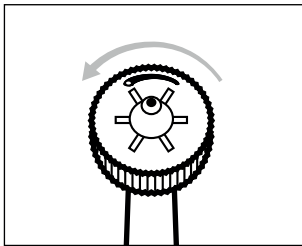

Fig. 4
- ◆ Avec les doigts, tournez le régulateur de canule **1** dans le sens antihoraire pour obtenir un mono-jet qui élimine de manière ciblée les restes alimentaires aux endroits difficilement accessibles (voir fig. 4 et 5).